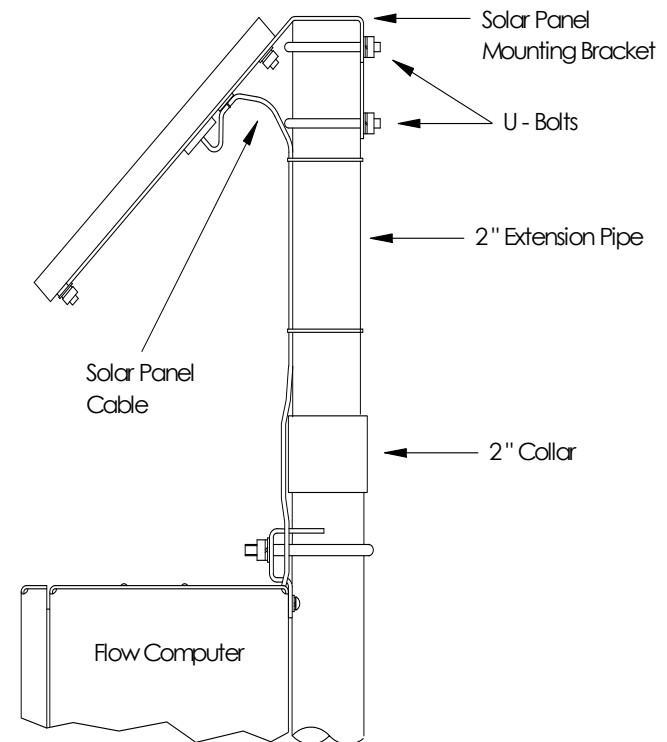

Figura 6 - (Montagem do painel solar)
1. Fixe um anel de tubo de 50.8 mm (2") na extremidade superior do tubo de montagem do XFCG4 ou do XRCG4. Prenda com firmeza (Veja a Figura 6).